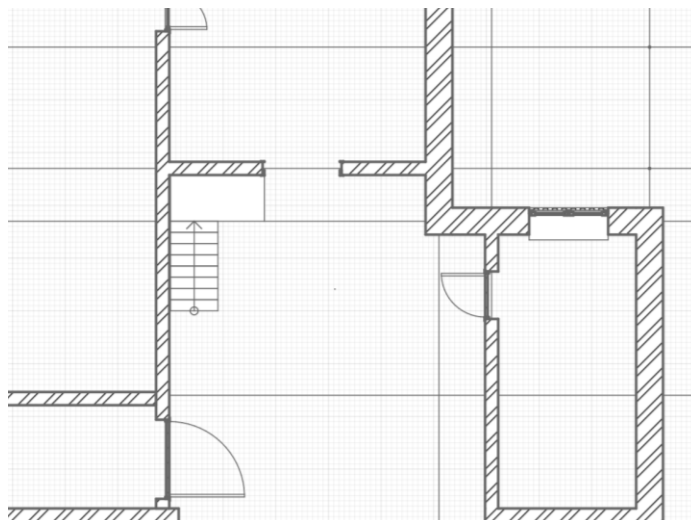

Рис. 4 Построение перекрытия
5. Перейдем на вкладку **Базовый уровень**, выберем инструмент **Перекрытие** и на смещении от уровня в **1500 мм.** при помощи способа построения **Прямая по двум точкам** создадим межлестничную площадку толщиной **200 мм.** (рис. 4)